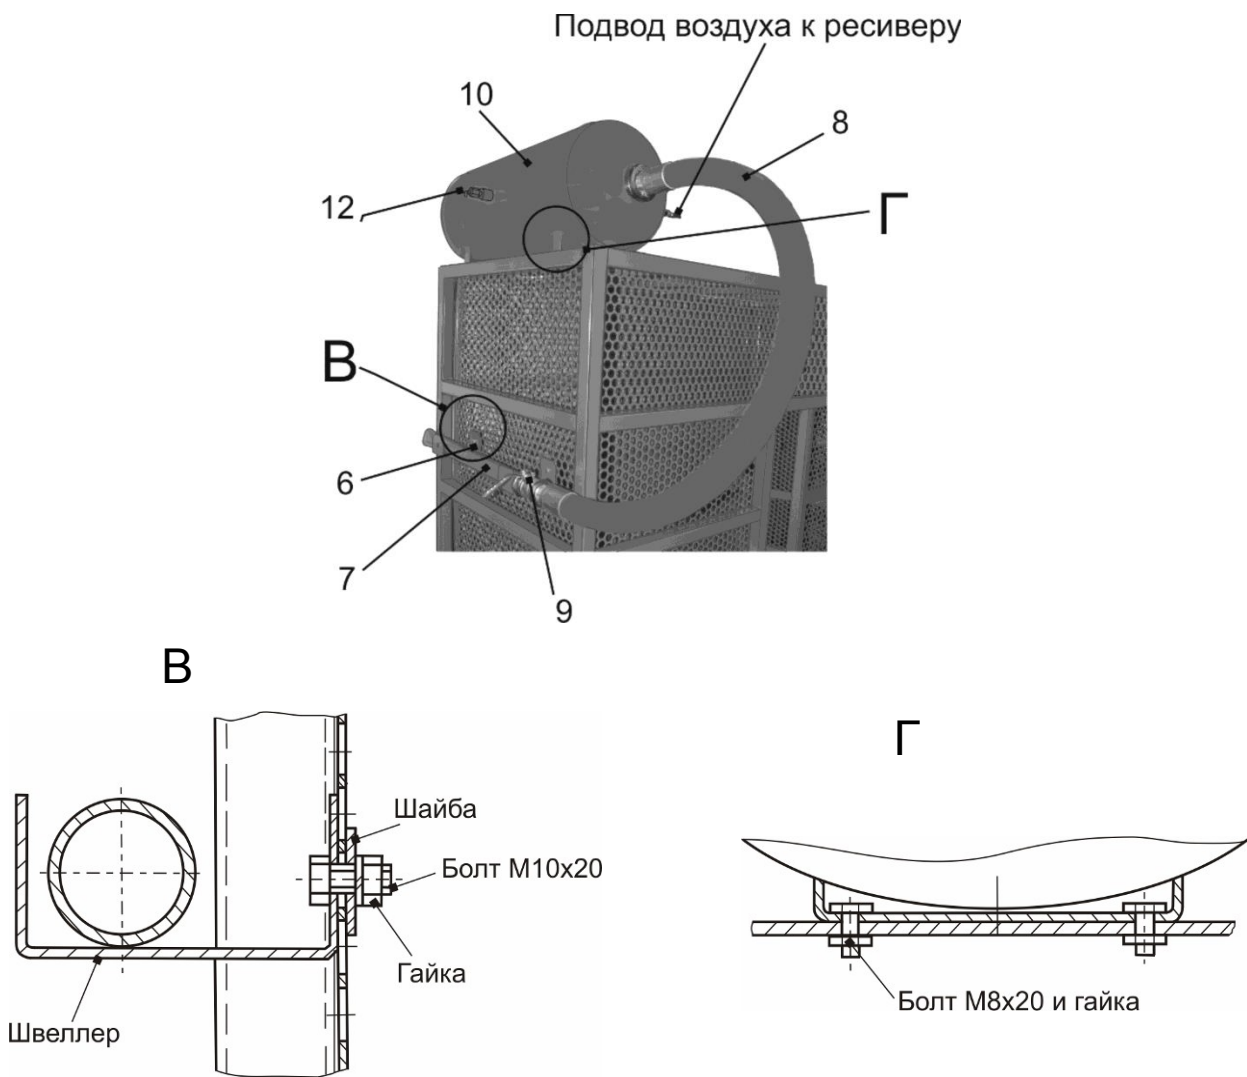

Рисунок 4.2 – Внешний вид
5.3.2 Установить и закрепить на крыше клетки ресивер 10 на 4 болта М8х20 (рисунок 4.2). К ресиверу подсоединить манометр 13, рукав 8, раструб 7. Раструб уложить на два швеллера 6, закрепленные на боковой стенке клетки. Подсоединить шланг подачи сжатого воздуха к входному штекеру 14 ресивера (рабочее давление 8...10 бар.) при помощи соединительной розетки.
6.9 Подведите имеющийся на конце рукава 8 устройства взрывной подкачки раструб 7 (рисунок 4.2) к закраине диска. Для этого в клетке предусмотрен специальный проем.